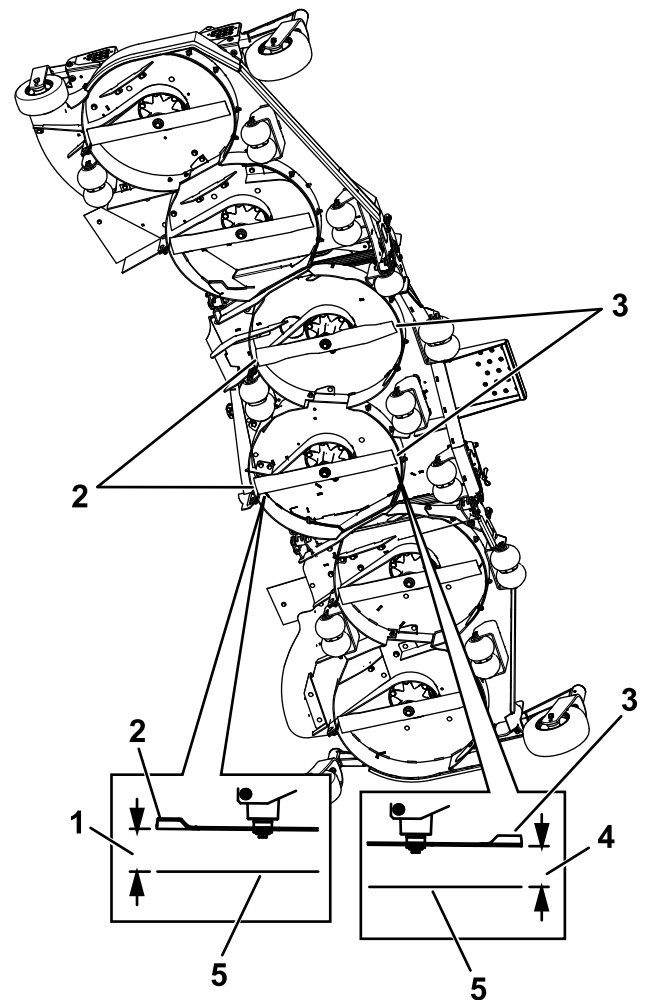

Figure 79
10. Mesurez la distance entre la surface plane et la pointe avant des lames gauche et droite du tablier central (Figure 79).